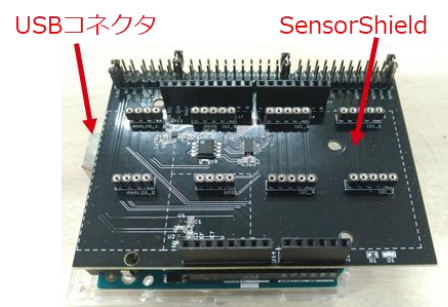

Figure 3. Arduino と SensorShield の接続
1. Arduino と SensorShield の接続 (Figure 3)